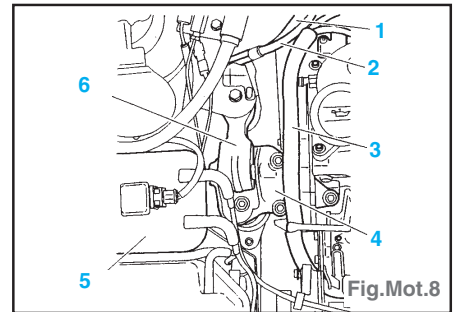

Fig.Mot.8
- Désaccoupler et obturer [outil 7] le tube d'arrivée (1) et de retour (2) de carburant (Fig.Mot.8).